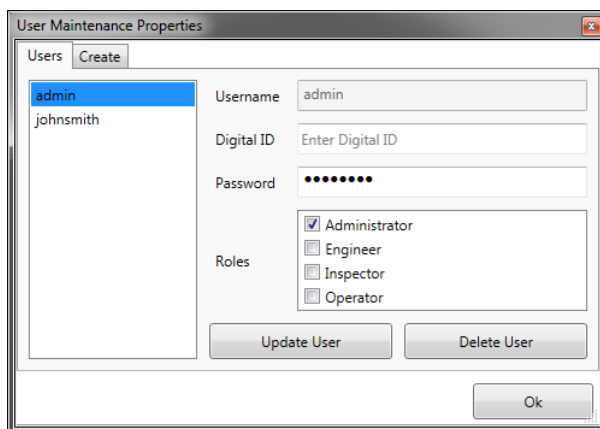

Figura 3.1 Janela Propriedades de Manutenção de Usuários
As permissões de usuário no Weld Sequencer são definidas atribuindo-se uma função de usuário (Figura 3.1 na página 3.1) à conta de usuário. Essas permissões possibilitam que os usuários tenham acesso (ou não) a determinadas áreas do software. Atualmente, as seguintes ações são restritas pela função do usuário:
4. Clique em Manutenção de Usuários na barra de ferramentas superior.	A janela Propriedades de manutenção do usuário é aberta (Figura 3.1 na página 3.1).
Para atualizar uma conta de usuário, basta selecionar a conta na aba **Usuários**, fazer as alterações e, em seguida, clicar no botão **Atualizar usuário**. Clique no botão **Apagar usuário** para remover uma conta de usuário do Weld Sequencer. Consulte a Figura 3.1 na página 3.1.